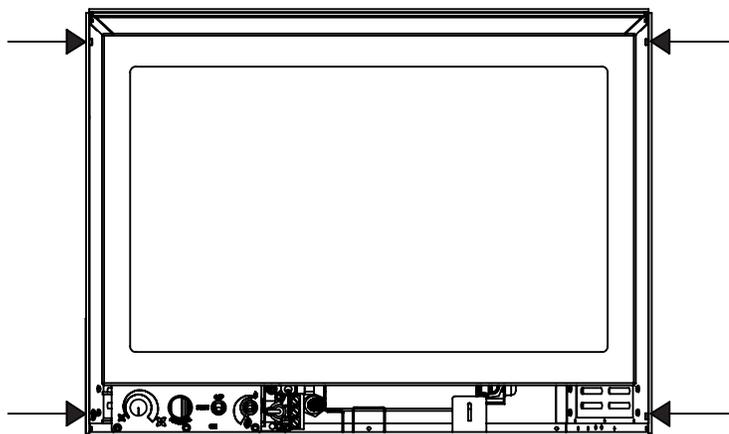

Figure 43: des emplacements de traversée
Soulevez le visage debout devant la cheminée avec les quatre (4) crochets pointant vers la cheminée. Faites glisser les crochets sur leurs douilles correspondantes (voir les figures 43 et 44). Se assurer que les crochets sont sécurisés avant de relâcher le surround. L'entourage doit être essuyé avec un chiffon humide périodiquement.